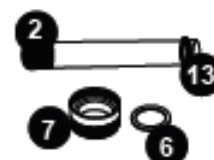

Figura 6
Você vai encontrar uma arruela de compressão de aço inoxidável(6) que passa pelo tubo de quartzo. Guarde essa arruela (6) para uso posterior, Figura 6. Há também um anel de vedação (13), comprima o anel de vedação, lentamente e cuidadosamente remova o tubo de quartzo.
9. O tubo de quartzo (2) poderá ser aberto para limpeza ou substituído. Para a limpeza do tubo de quartzo (2), siga os passos 8 e 9 e então proceda para o passo 10. Para a substituição do tubo de quartzo (2), pule os passos 8 e 9 e proceda para o passo 12.